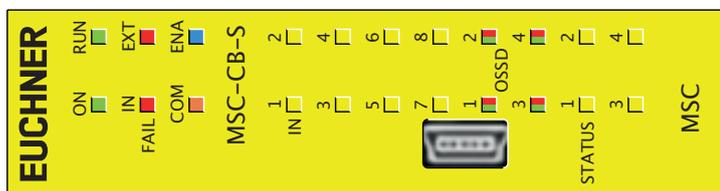

Figura 29:
8.4.2. Modulo base MSC-CB-S (Figura 29)